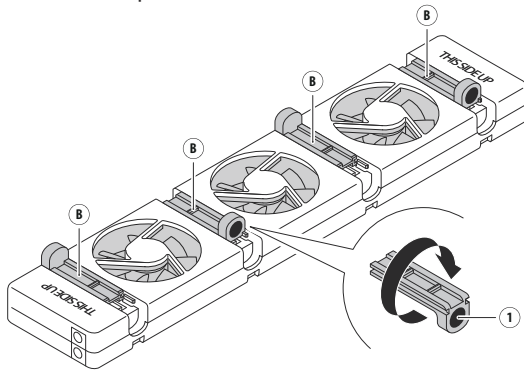

Abb. 5 - die verstellbaren Magnete wieder im **SpeedComfort (A)** positionieren.
1. Drehen Sie die **verstellbaren Magnete (B)** so, dass der **Magnet (1)** oben liegt (siehe Abb. 5). Nehmen Sie das Klötzchen heraus, das sich gegenüber den verstellbaren Magneten im Gehäuse befindet. Das Klötzchen bitte als Kunststoffabfall entsorgen.
2. Stellen Sie die **verstellbaren Magnete (B)** auf die korrekte Breite ein.
3. Wiederholen Sie die Schritte 1-7 wie für einen breiten Heizkörper. Verwenden Sie die **verstellbaren Magnete (B)**, um den **SpeedComfort (A)** zwischen den Platten aufzuhängen (siehe Abb. 5 und 6). Sie können den **SpeedComfort** an der Vorderseite des Heizkörpers ausrichten.